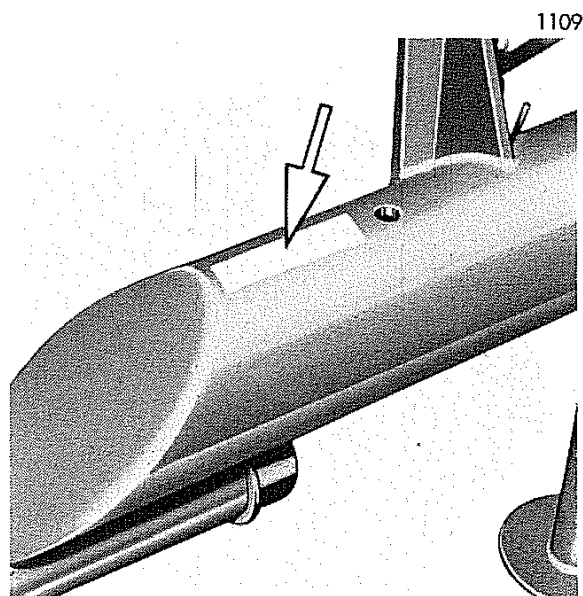

Fig. 19 - Identificazione rimorchio
N.B. - Sia la sigla del modello che il numero del rimorchio si trovano stampigliati sull'apposita targhetta metallica situata nella parte anteriore del rimorchio, oppure nella parte anteriore del timone come (ad esempio) indicato dalla freccia in fig. 19.